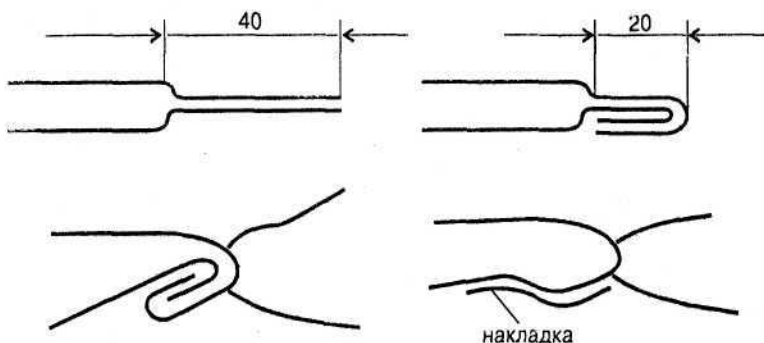

Рис. 59. Последовательность склейки концов баллонов
**Последовательность склейки концов баллонов.** Продольный шов клеится от середины к концам баллона. После этого баллон выворачивают и шов изнутри проклеивают тонкой резиной или диагонально раскроенной прорезиненной материей. Оси склейки концов баллонов располагают так, чтобы штуцера внутри байдарки находились несколько выше опорного тросика (рис.59).